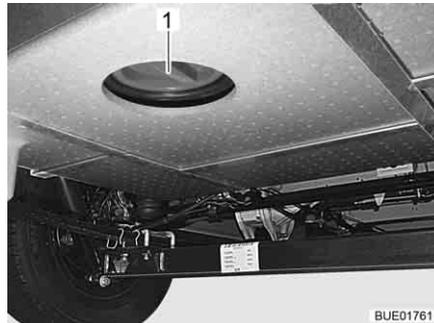

Fig. 208 Apertura per la pulizia sul serbatoio delle acque grigie
- A questo scopo aprire l'apertura per la pulizia (Fig. 208,1) per il serbatoio delle acque grigie e il rubinetto di scarico.